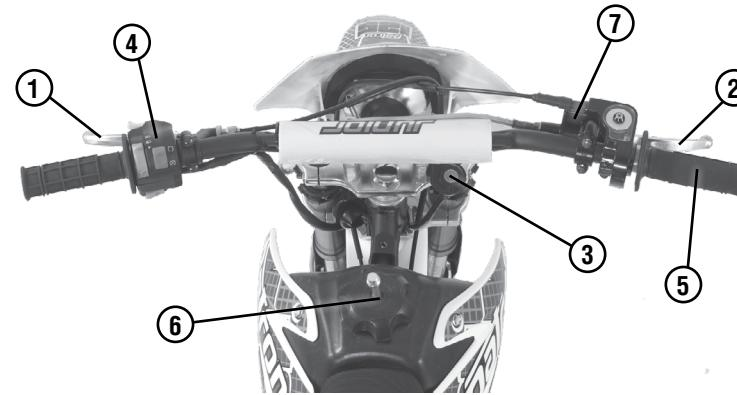

Рис. 4 Вид на руль
**Рычаг сцепления (рис. 4, поз 1).** Нажатием на рычаг разобщается муфта сцепления, в результате чего крутящий момент от двигателя не передается трансмиссии
**Рычаг тормоза переднего колеса (рис. 4, поз 2).** Нажатием на рычаг приводится в действие тормоз переднего колеса.
**Рукоятка управления дросселем (рис. 4, поз).** Рукоятка управления дросселем используется для регулирования скорости. Для увеличения скорости рукоятку поворачивают на себя; для уменьшения скорости поворачивают от себя или отпускают (при этом дроссель переместится под действием возвратной пружины карбюратора в положение, соответствующее работе на холостом ходу).
**Замок зажигания** (только Enduro и Motard) (рис. 4, поз.3). Замок зажигания имеет следующие положения ключа: